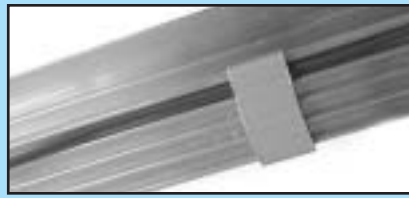

FIG. 1-13 Pincas à fil.
- Usar las grapas de cable para sostener los cables en posición (Fig. 1-13).